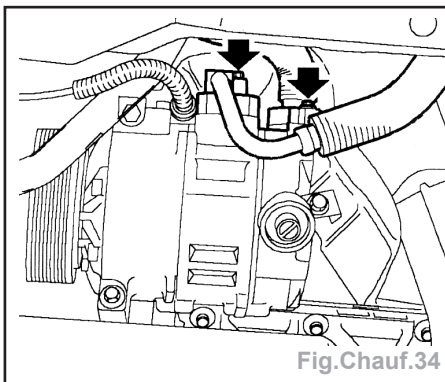

Fig.Chauff.34
- Dégager les tuyaux du compresseur (Fig.Chauff.34).